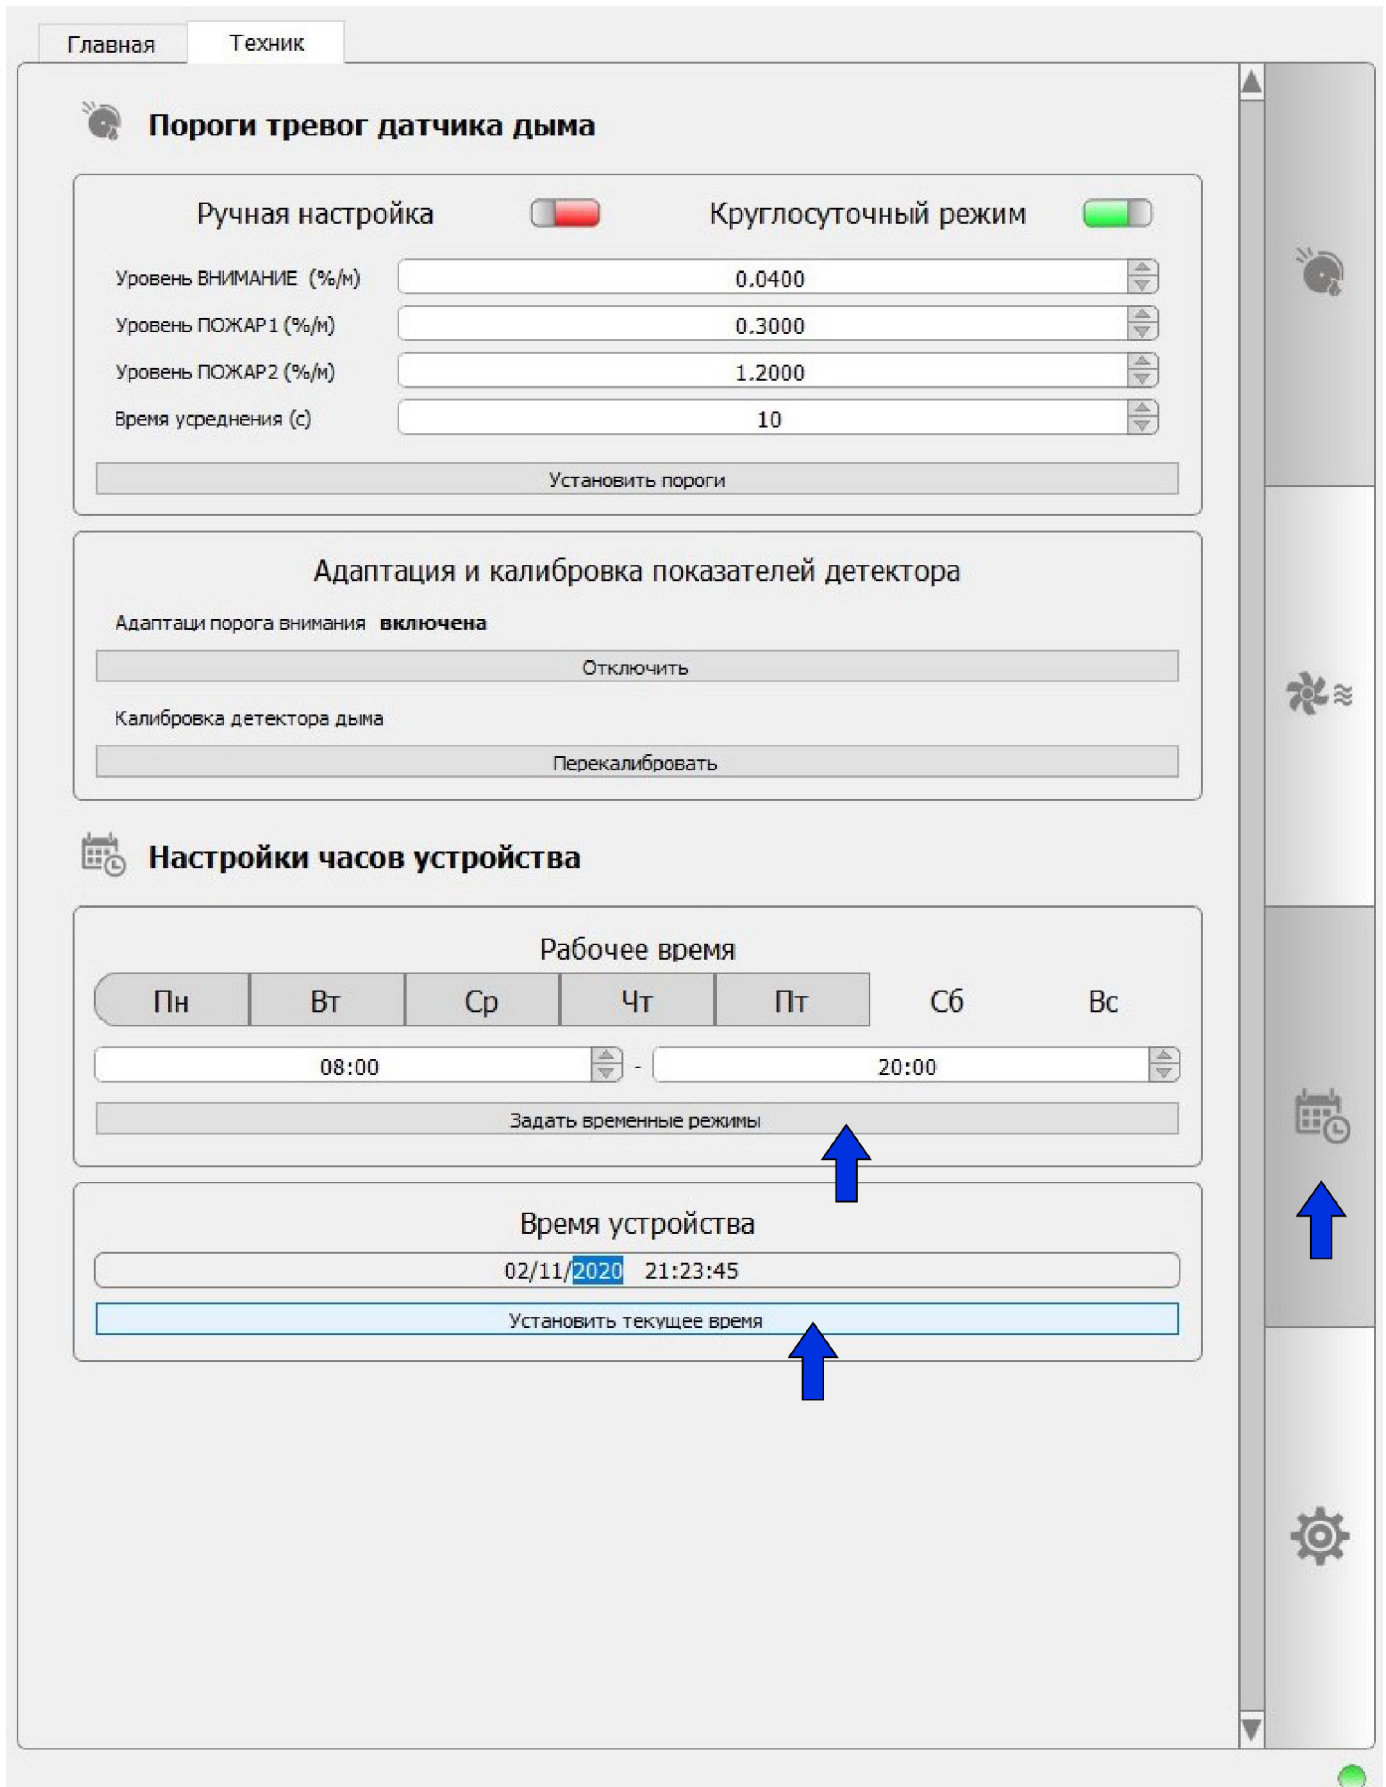

Рисунок 14 – Установка времени и даты с компьютера
5.10 Конфигурирование извещателя с использованием программы NewIPDA производится в том же порядке, что и с использованием меню извещателя с дисплеем. После запуска программы необходимо ввести пароль техника. Перед началом конфигурирования необходимо проверить дату и время, для этого откройте закладку «Настройки часов устройства» (рис.14). Для синхронизации с временем компьютера установите курсор на закладке «Установить текущее время» и нажать левую кнопку мыши. Если предполагается работа не в круглосуточном режиме, то необходимо уточнить начало и окончание рабочего дня и задать рабочие дни (рис.14).